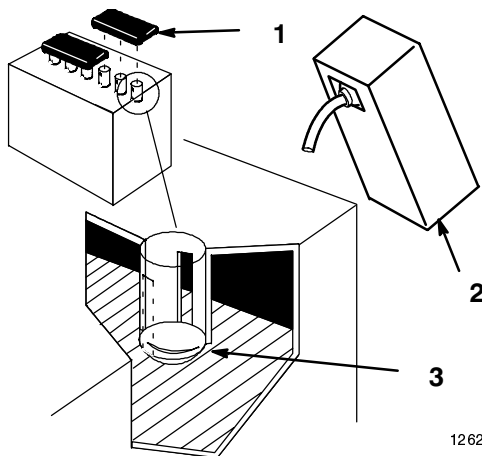

Bild 5
2. Entfernen Sie die Entlüftungsdeckel von der Batterie. Gießen Sie langsam Batteriesäure in jede Batteriezelle, bis der Säurestand den unteren Teil des Röhrchens erreicht (Bild 5).
5. Gießen Sie langsam Batteriesäure in jede Batteriezelle, bis der Säurestand den unteren Teil des Röhrchens erreicht (Bild 5) und drehen die Verschlussdeckel auf.